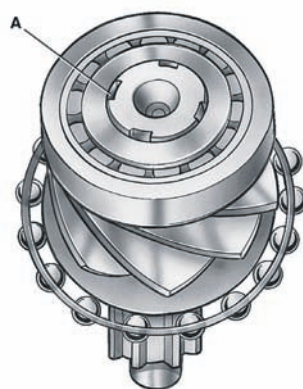
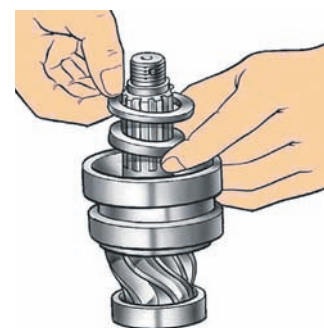

Рис. 1. Кернення торця хвостовика після напресовування підшипника: А – місце кернення
Рис. 2. Установку розпірної втулки і регулювальних прокладок переднього підшипника ведучої шестерні
1. Напресуйте підшипники на ведучу шестерню. Після напресовування заднього опорного підшипника з циліндричними роликами розкерніть торець хвостовика, на який він напресований (рис. 1). Розпірну втулку (рис. 2) і регулювальні прокладки переднього підшипника (дворядного конічного) ведучої шестерні розташуйте між внутрішніми кільцями.